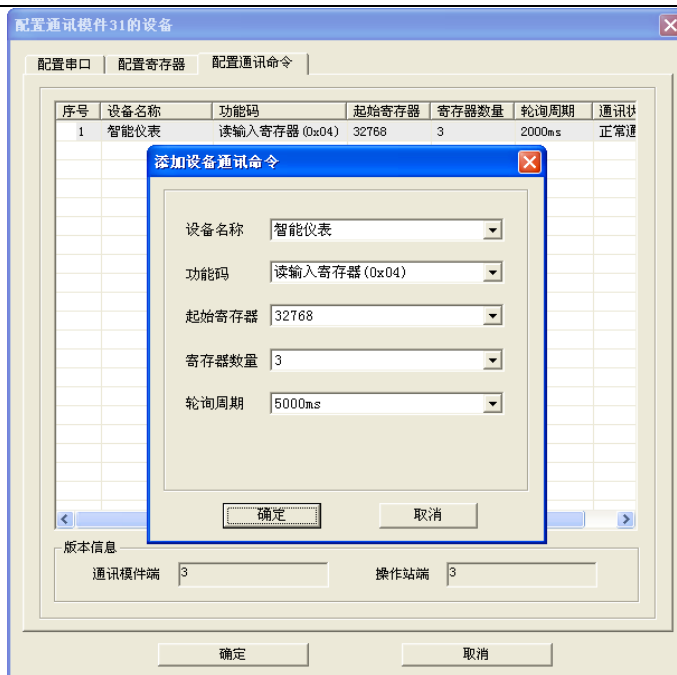

图 4-34 配置 Modbus 设备通讯
- 点击“确定”,即可在通讯命令表中看到刚刚配置的通讯命令,如图 4-34 所示。